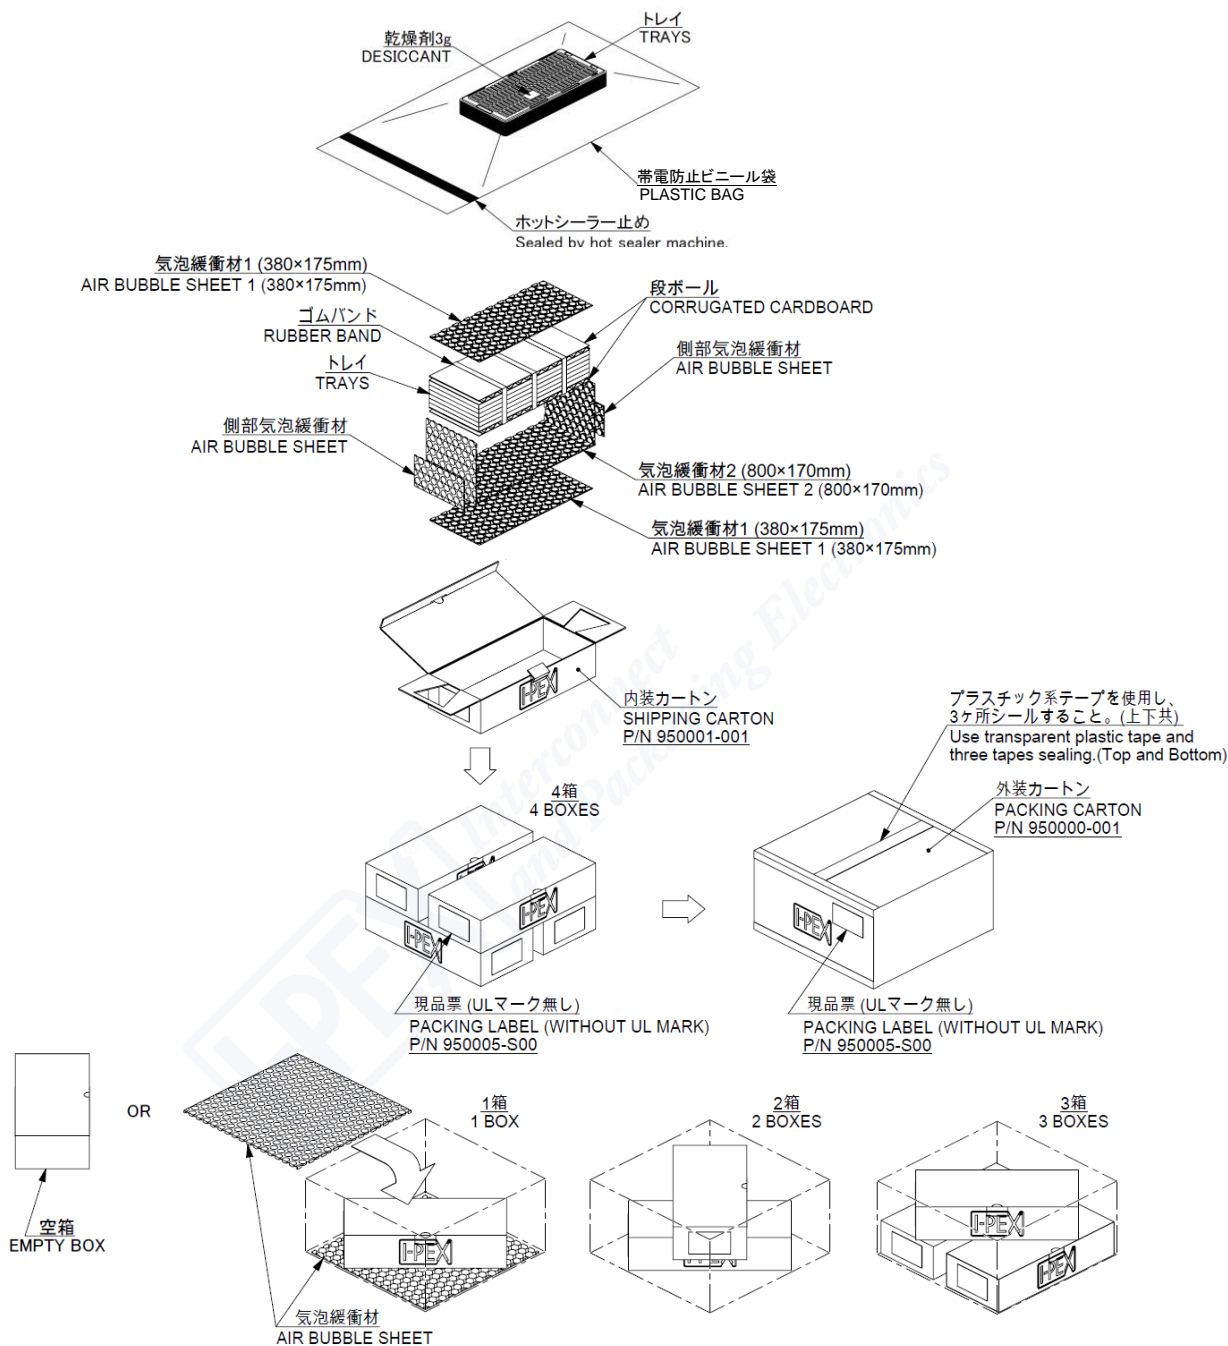

図 3 (Fig.3)
- (1) [注記]に記載された方法でトレイを重ね、蓋をする。
- (2) 製品を入れたトレイを、3.で指定された枚数重ねる。
- (3) 重ねたトレイを乾燥剤 1 袋と一緒に帯電防止ビニール袋に入れ、ホットシーラー止めを行う。
- (4) 帯電防止ビニール袋に梱包後、上下に段ボールをあて、図 3 に示すゴムバンド (折径 160mm、折り幅 4.5mm、オーバンド#415) を 10~13cm 間隔で 3 本掛ける。
- (5) ゴムバンドで止めたトレイを、図 3 に示す様に内装カートンに入れる。
- (6) ① 内装カートンに側部気泡緩衝材及び底面に気泡緩衝材 1 を 2 枚敷く。
② ①の上に気泡緩衝材 2 を 1 枚重ねる。その後トレイを規定枚数入れ、気泡緩衝材 2 の余った分を内側に折り返す。
- (7) 内装カートンには、図 3 に示す指定の位置の現品表を貼付する。
- (1) Piling the tray and putting a lid on the tray as shown [NOTES].
- (2) Piling the tray put products of quantity designated in 3.
- (3) Piled tray is put into the plastic bag together with one bag of desiccant, and it is sealed by hot sealer machine.
- (4) After piling by plastic bag, cardboard is put on top and bottom and it is tied off (double) with three rubber bands (Folded diameter of rubber band is 160[mm], folded diameter width of it is 4.5[mm], O'Band #415) as shown Fig.3 at intervals of 10~13[cm].
- (5) Putting the tray bound with rubber bands in shipping carton as shown Fig.3.
- (6) ① Put air bubble sheet on sides and spread 2 sheets of air bubble sheet 1 on the bottom of an inner carton.
② Pile one sheet of air bubble sheet 2 on ① and put the designated quantity of tray, then fold the extra part of air bubble sheet 2 inward.
- (7) Putting a label on the designated place of shipping carton as shown Fig.3.
- (1) 3 で指定された数の内装カートンを図 3 に示す様に、下段と上段の内装カートンを互い違いに梱包する。
- (2) 外装カートンには、図 3 の指定の位置に現品票を貼付する。
- (1) Packing shipping cartons of quantity designated in 3 to alternate the top and the bottom shipping cartons, as shown Fig.3.
- (2) Putting a label on the designated place of packing carton as shown Fig.3.